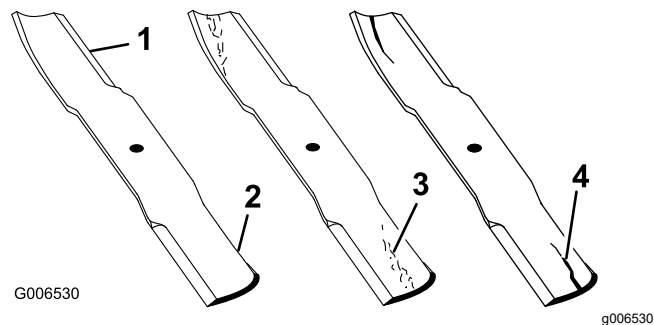

Figure 69
1. Examinez le tranchant des lames (Figure 69).
4. Remplacez immédiatement toute lame fendue, usée ou qui présente une entaille (Figure 69).